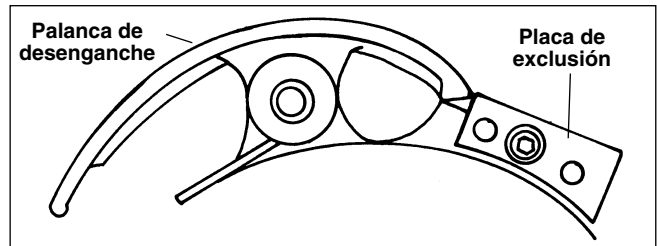

Figura 20 – Ajuste a la posición de arriba con el cabezal de terrajas inclinado.
3. Ajuste la placa de exclusión de tal manera que el tornillo quede introducido en el agujero índice del centro. (Figura 20)